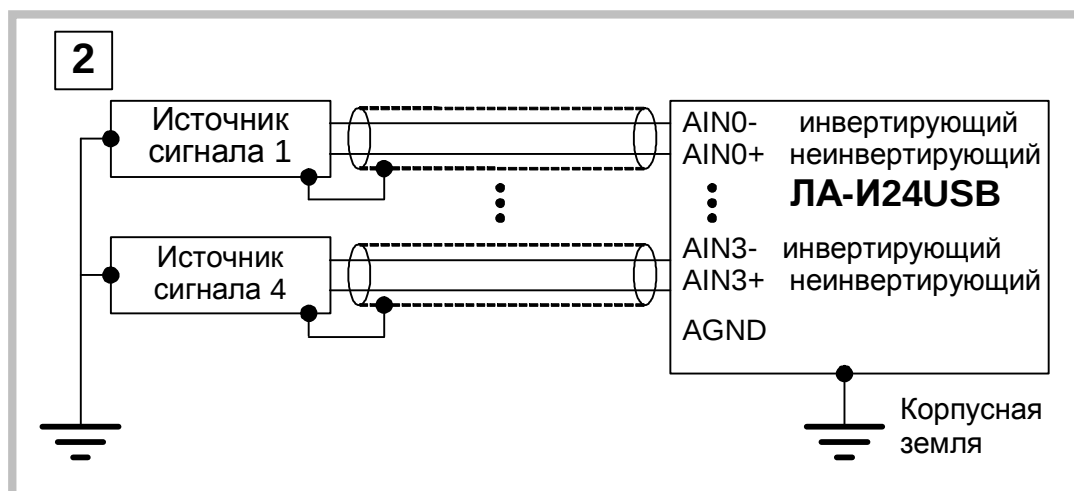

Рис. 4. 7
4.2.2.7.3 В схеме второго варианта (Рис. 4. 7) экран соединительного кабеля заземлен на входе источника сигнала.